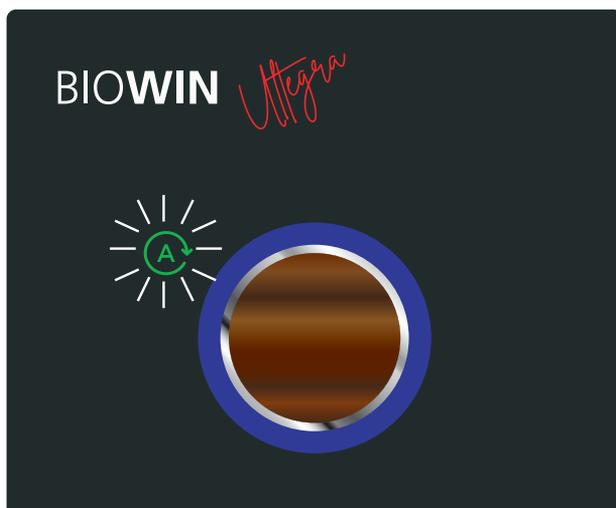
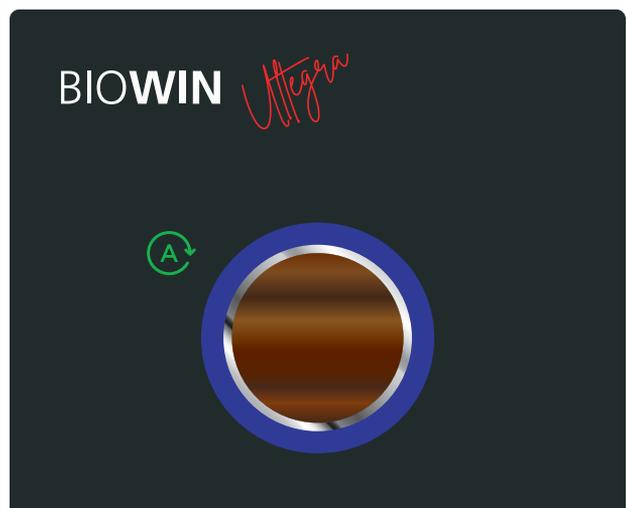

Fig. 12
Fig. 13
- ▶ Den myMagic Button auf das Symbol Automatikbetrieb  Drehen und kurz Drücken. Das Symbol  blinkt (Fig. 12) und leuchtet dann grün, der Farbring leuchtet in der aktuellen Betriebsphase – Fig. 13. Der Heizkessel wird nach den Einstellungen im Windhager-Heizungs-APP „myComfort“ betrieben.